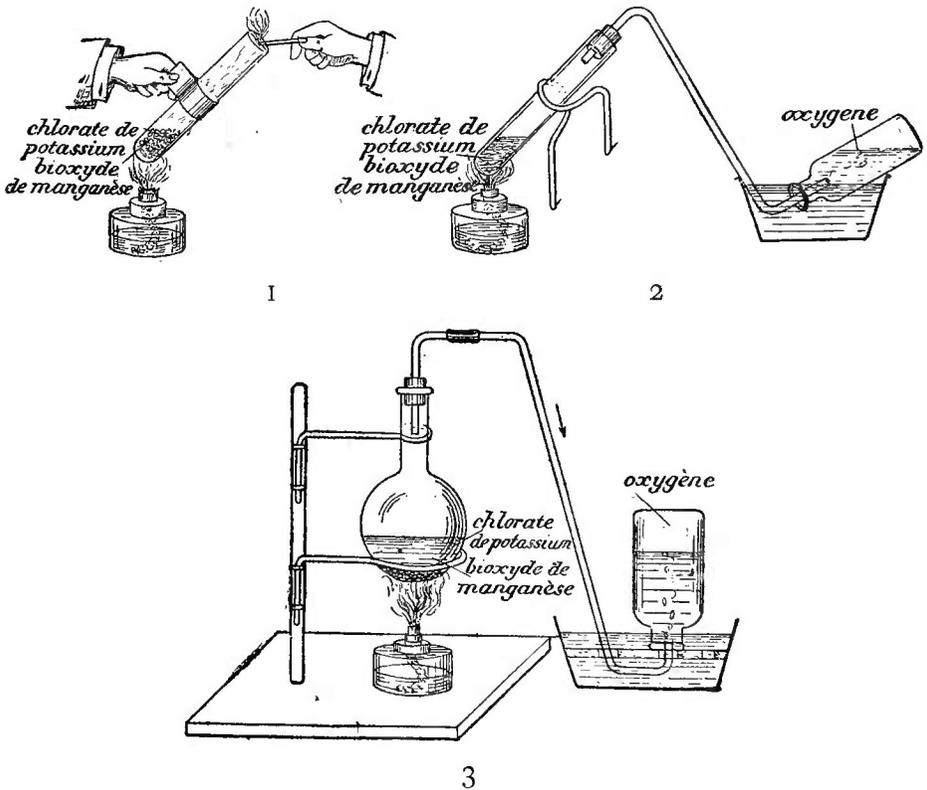

FIG. 30. — PRÉPARATION DE L'OXYGÈNE
17. Préparation.— Pour préparer l'oxygène, on emploie des composés qui contiennent ce corps et le cèdent facilement sous l'influence de la chaleur. *On décompose le plus souvent le chlorate de potassium par la chaleur* (fig. 30).
Pour obtenir facilement de l'oxygène, on peut chauffer simplement dans un tube à essai le mélange de chlorate de potassium et de bioxyde de manganèse, comme l'indique les figures 30¹, 30², 30³.